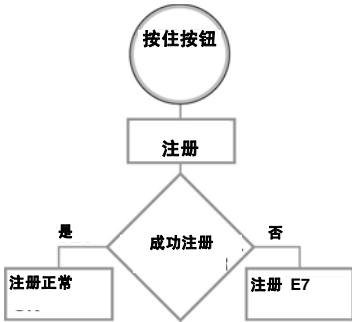

图 3
- 当向脉冲软件注册 TLM 时，显示窗显示“注册正常”，如第 5 页的图 3 所示。
如果没有向脉冲软件注册 TLM，则将显示错误消息“注册 E7”（请参见步骤 1，图 3）。